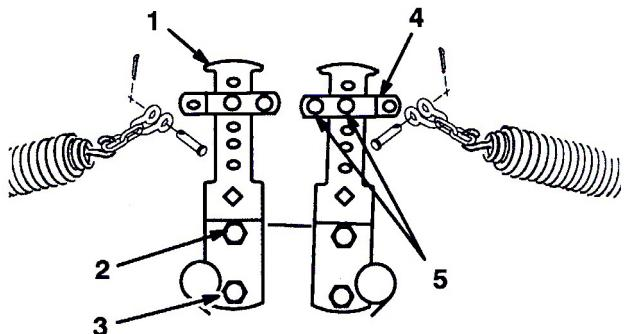
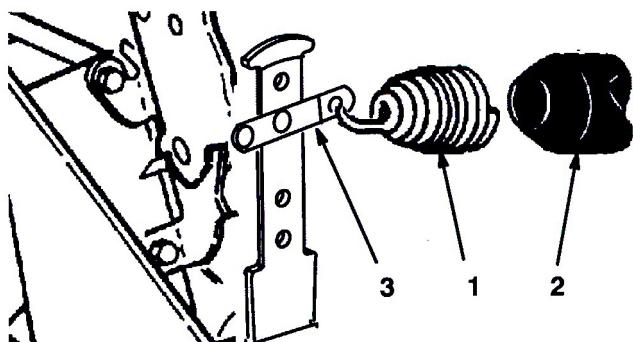

図16
図17
- スプリングの反対側の端部を前後のカウンタバランス・アーム(図16、図17)の適切な穴(選択方法は以下を参照)に引っ掛ける(スプリング・シャックル、クレビスピンドル、コッターピンを使用)。
- 前カッティングユニット: スプリングの反対側の端部を前カウンタバランス・アーム(図16)の上から2番目の穴(選択方法は手順4参照)に引っ掛ける(チェーン、スプリング・シャックル、クレビスピンドル、コッターピンを使用)。
- 後カッティングユニット: スプリングにビニル・カバーを被せ、後カウンタバランス・アーム(図17)の上から2番目の穴(選択方法は手順4参照)に引っ掛ける(スプリング・シャックルを使用)。
- 外しておいたキャップスクリュとナットでカウンタバランス・アームの下部を元通りに固定し、上キャップスクリュを締め付ける(図16)。